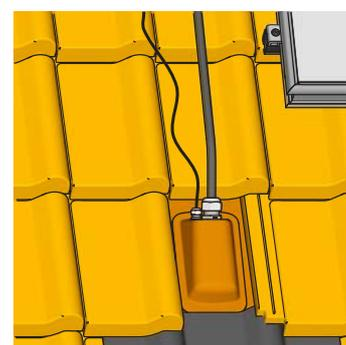

Fig. 3-34 Étape 7
7. Couvrez chaque passe-toit (fig. 3-34).